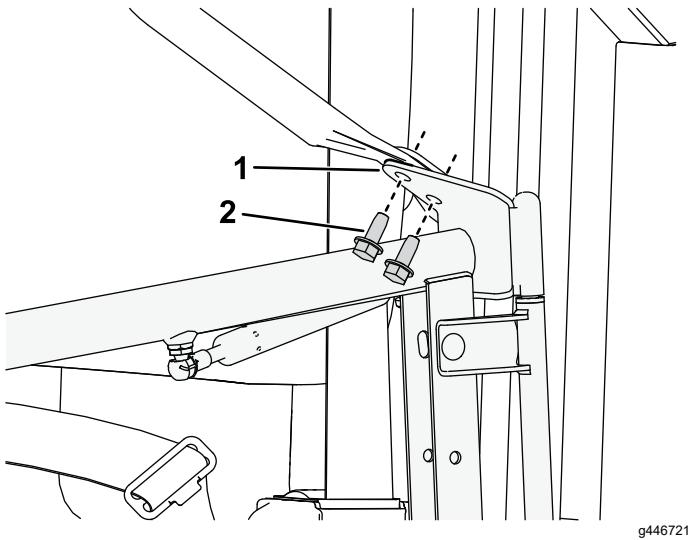

Bild 9
- Befestigen Sie das obere Scharnier der Tür mit den in Schritt 5 (Bild 9) entfernten Schrauben lose an der Halterung der Schulterstütze.